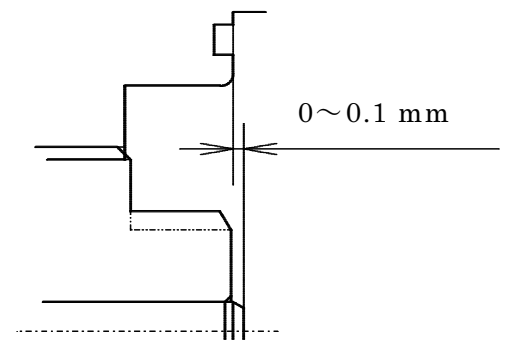

図 8 すきまの調整
- f) パイロット弁体(13)、パイロット弁座(11)の交換は一对で行ってください。パイロット弁体(13)の先端がダイヤフラム取付け面から 0~0.1mm になるようにパイロット弁座ガスケット(12)の厚さと枚数を加減して調整してください(図 8 参照)。パイロット弁座ガスケット(12)は 0.1~0.5mm の 5 枚セットで用意してあります。